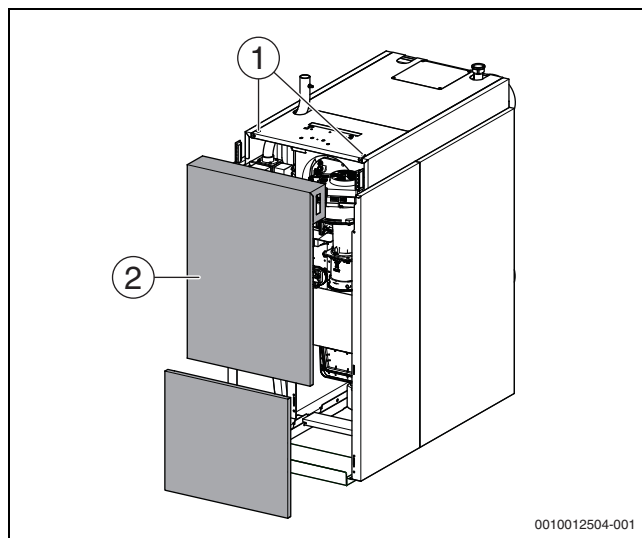

Fig. 36 Retrait du panneau avant
- Dévisser les vis de verrouillage (→ Fig. 36, [1]) situées sur la face supérieure de la chaudière au sol à l'aide d'un outil approprié en tournant dans le sens anti-horaire puis déverrouiller le panneau avant supérieur de la chaudière.
- Incliner le panneau avant de la chaudière (→ Fig. 36, [2]) vers l'avant et tirer vers le haut pour l'extraire du rail inférieur.